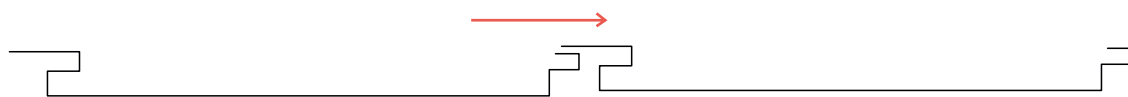

Рис. 14
- Следующую панель Софита металлического, Софита Вертикаль заведите в пазы доборных элементов и плотно вставьте край панели в замок предыдущей (рис. 14).